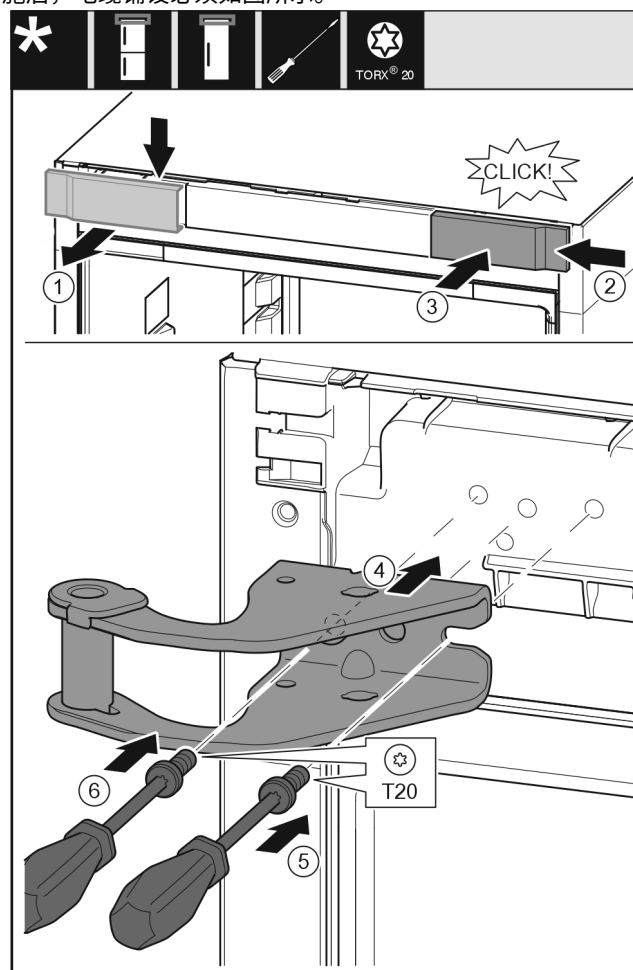

Fig. 31
- 从上方朝前取下盖板。 Fig. 31 (1)
- 将盖板旋转 180° 至另一侧从右边挂上。 Fig. 31 (2)
- 卡入盖板。 Fig. 31 (3)
- 装上上方的托架。 Fig. 31 (4)
- 用 T20 螺丝刀放上并旋紧螺钉。 Fig. 31 (5)
- 用 T20 螺丝刀安装并旋紧螺钉。 Fig. 31 (6)